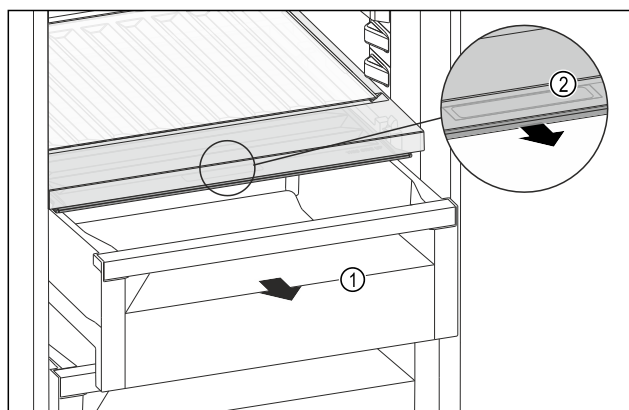

Fig. 160
- ▶ Húzza ki a fiókot Fig. 160 (1).
- ▶ Fogja meg a süllyesztett fogantyút Fig. 160 (2) a rekeszfedélen, és ezzel egy időben húzza előre felé a rekeszfedélet.